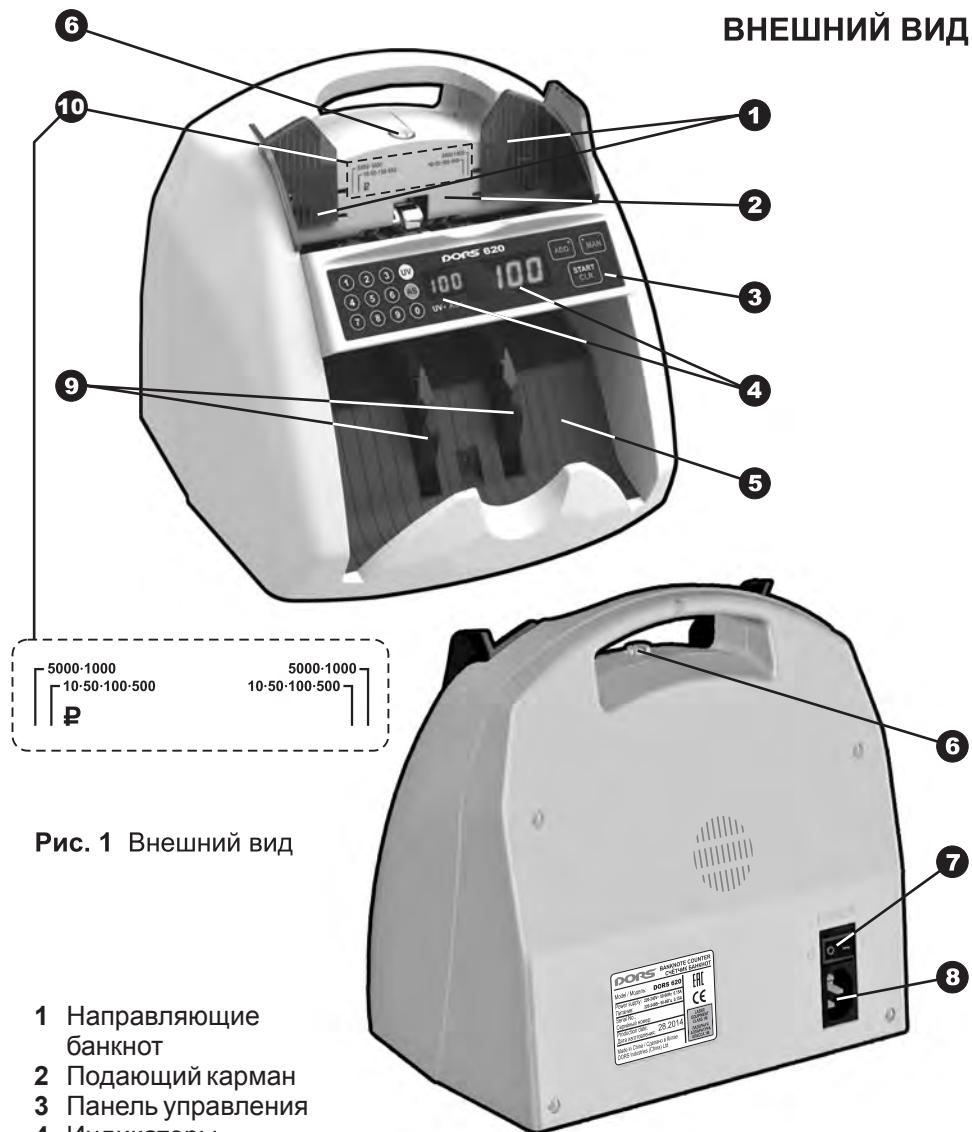

Рис. 1 Внешний вид
2. Включите счётчик, начнется процесс самотестирования. Убедитесь, что во время самотестирования вращаются колеса укладчика **9** (см. рис. 1) и ролики подающего кармана, на индикаторах отображения счёта и пачки высвечиваются цифры «**0**» и загораются индикаторы на клавишах «**MAN**» и «**ADD**», и индикаторы «**UV**», «**AS**» (для DORS 620). После окончания самотестирования на четырехразрядном индикаторе отображается «**0**», индикаторы на клавишах «**MAN**» и «**ADD**» гаснут и раздается звуковой сигнал, а индикаторы «**UV**», «**AS**» отражают установленный режим работы счетчика до выключения (для DORS 620). После этого счётчик готов к счету банкнот.
мой валюты. Однако, если счетчик часто останавливается в процессе пересчёта и на индикаторе появляется сообщение об ошибке «**Chn Err**» или «**dbL Err**», то необходимо немного повернуть винт установки толщины пересчитываемых банкнот **6** (см. рис. 1) по часовой стрелке (в сторону уменьшения зазора). Если же после остановки счетчика на индикаторе появляется сообщение «**HJ Err**» или «**SE Err**», то необходимо немного повернуть винт установки толщины пересчитываемых банкнот **6** (см. рис. 1) против часовой стрелки (в сторону увеличения зазора).
5. Установите направляющие по длине банкнот пересчитываемой пачки, выровняйте края пачки, аккуратно поместите пачку в середину подающего кармана, не допуская перекоса 10 (см. рис. 1).